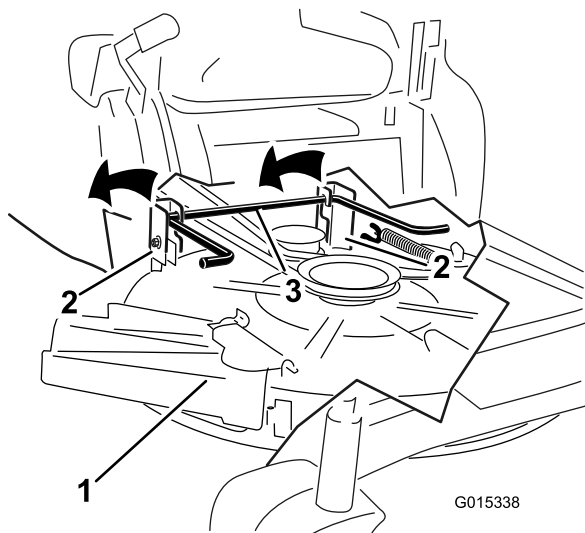

Figure 55
5. Soulevez et déposez le tablier de coupe et les supports de la tige de levage arrière et abaissez le tablier au sol avec précaution (Figure 55).
5. Soulevez l'arrière du tablier de coupe et guidez les supports sur la tige de levage arrière (Figure 55).